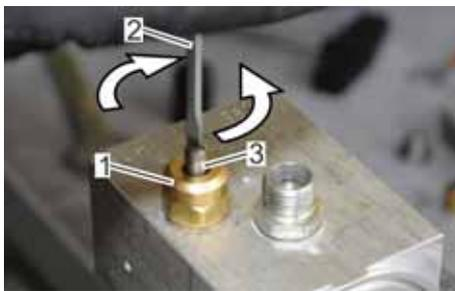

Abb. 84: Ventilstange einstellen
- 11.** Die Ventilstange (Abb. 84/3) mit einem entsprechenden Schlitzschraubendreher (Abb. 84/2) im Uhrzeigersinn vorsichtig bis zum Anschlag eindrehen.
- 12.** Die Ventilstange (Abb. 84/3) mit einem entsprechenden Schlitzschraubendreher entgegen dem Uhrzeigersinn 2,5 Umdrehungen herausdrehen.
⇒ Die Grundeinstellung des Zuströmventils (Abb. 84/1) ist hergestellt.